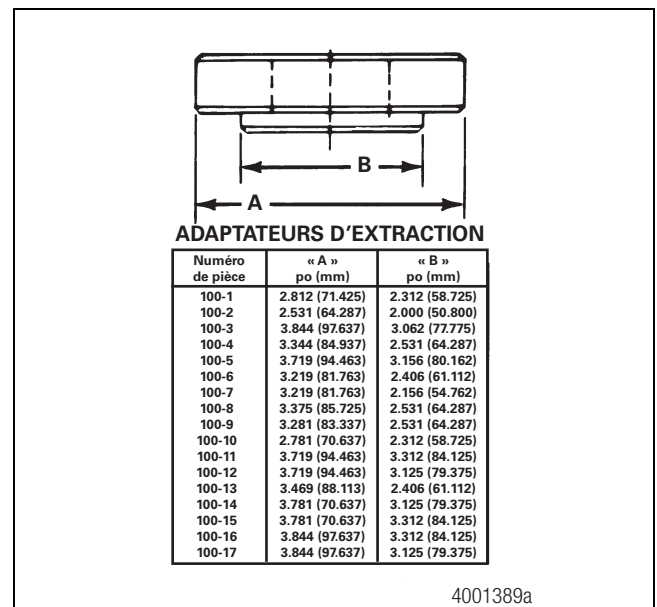

Figure 3.18
- Deux adaptateurs d'extraction : mesurer les dimensions « A » et « B » sur le tube de pont. Le diamètre extérieur de l'adaptateur doit être légèrement inférieur à celui du tube. Figure 3.18.